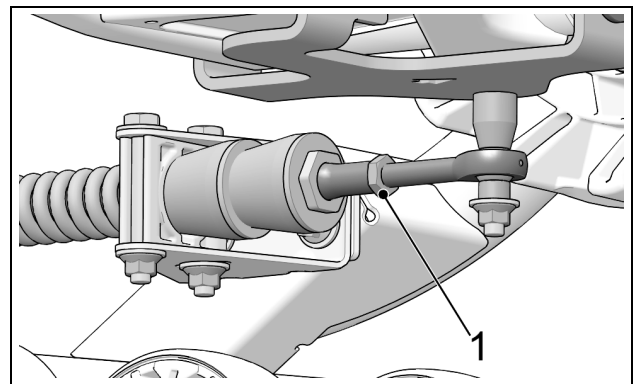

Abbildung 19
- Gegenmutter (1) nach erfolgter Einstellung wieder mit einem Anzugmoment von 40 N•m [30 lb•ft] festziehen. Abbildung 19.